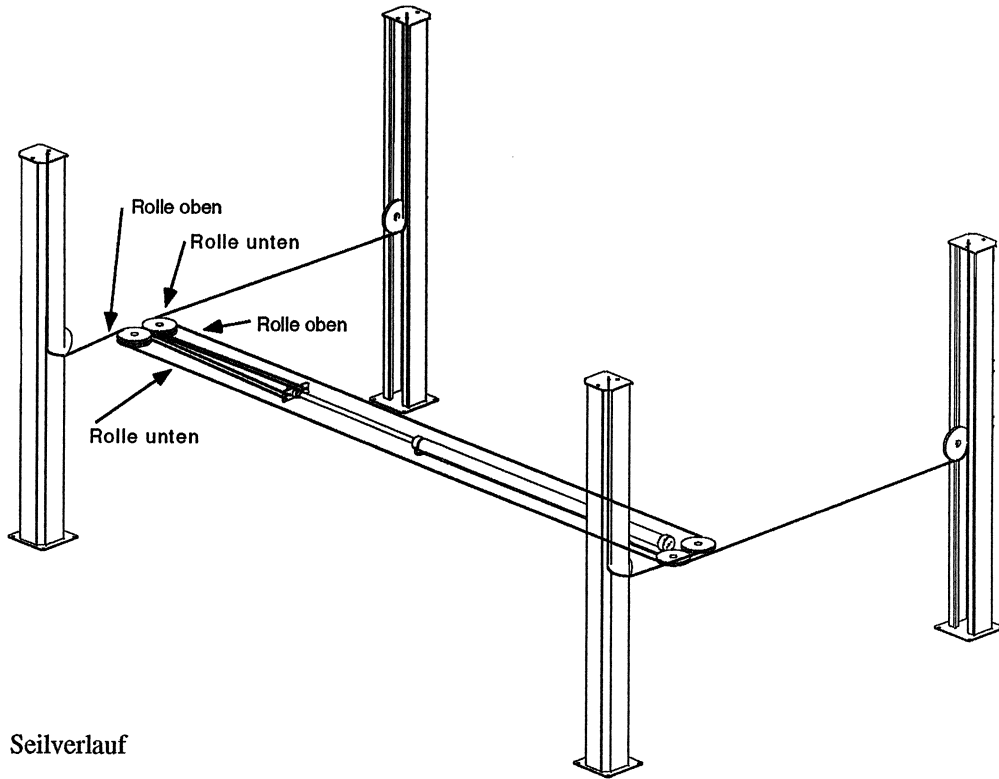

Bild 4: Seilverlauf
- Zustand Lastseile: falls an einem Seil Drahtbrüche erkennbar sind muß der komplette Seilsatz ausgetauscht werden. Speziell zu überprüfen ist das Seil, das über die untere 180°-Umlenkung läuft (Stahlrolle), (siehe Bild 4).
- Seile montieren (siehe Bild 4)